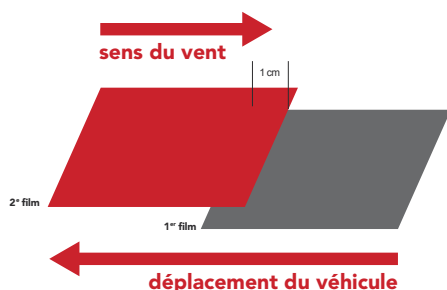

Figure 21
- Recouvrement du film HXONE vertical sur une surface mobile : partant du principe que vous posez du film toujours de l'arrière du véhicule vers l'avant, le recouvrement se fera ainsi. (FIG. 21)